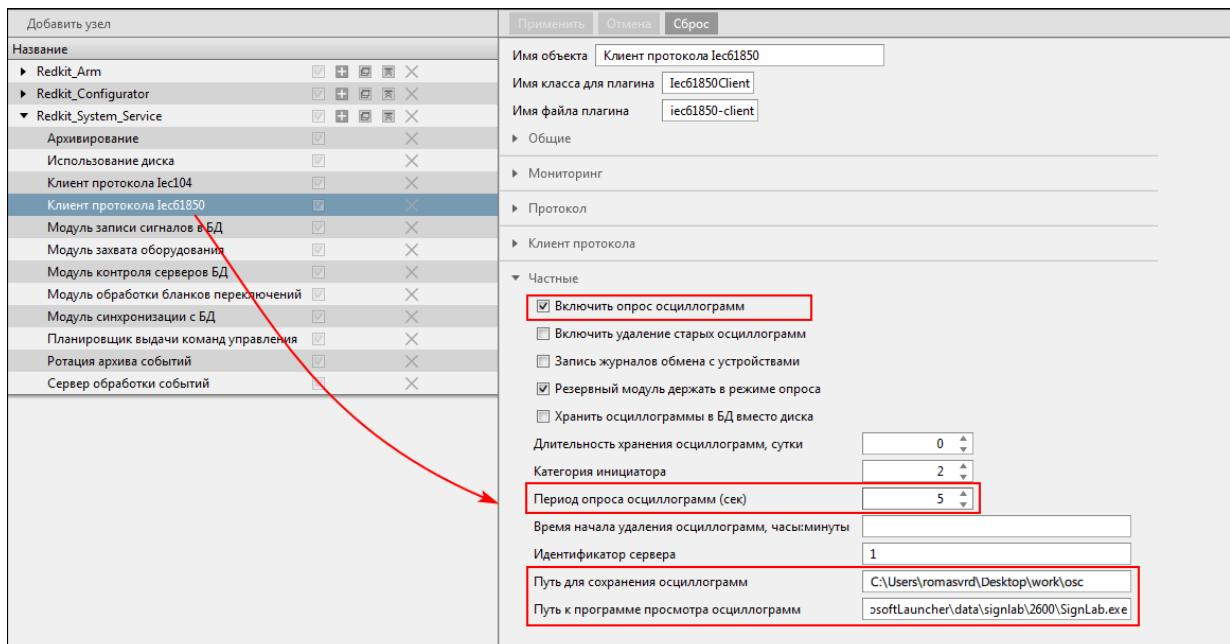

Рисунок 210 - Настройки опроса осциллографом
- Установите чекбокс у настройки **Включить опрос осциллографом** (Рисунок 210).
- Укажите период опроса осциллографом (Рисунок 210).
- Укажите путь для сохранения осциллографом и путь к программе просмотра осциллографом (Рисунок 210).